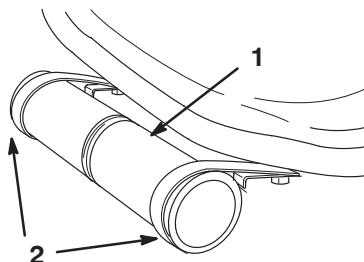

Bild 7
1. Nehmen Sie das manuelle Rohr und die R-Klemmen ab, die an der Sitzplatte befestigt sind. Bewahren Sie die zwei (2) Befestigungsschrauben und flachen Scheiben auf.
2. Befestigen Sie die R-Klemmen lose mit den zwei (2) Kopfschrauben und flachen Scheiben, die Sie vorher entfernt haben, an den äußeren Löchern links am Sitz. (Bild 7).
3. Setzen Sie das manuelle Rohr in die R-Klemmen ein. Setzen Sie es manuell in das Rohr ein und schrauben Sie die Kappe auf das Rohr (Bild 7). Ziehen Sie die Kopfschrauben fest.